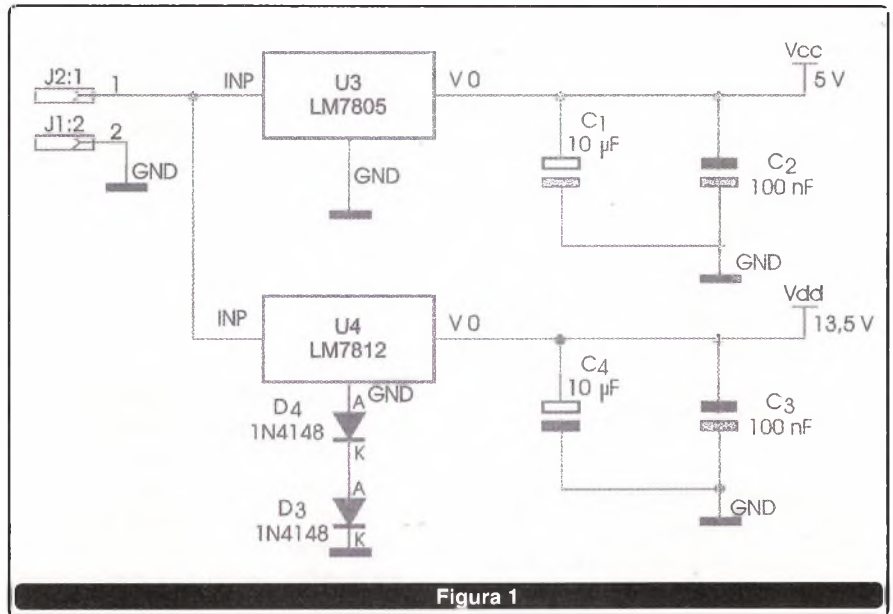

Figura 1
**Fonte:** A alimentação dos PICs é padrão de 5 volts. Para a gravação dos chips o fabricante define a tensão superior a 13,2 volts para vpp. A tensão de entrada não regulada é de no mínimo 15 volts. Os diodos em série aumentam a tensão de saída. A **figura 1** mostra a fonte para o gravador universal de PICs.